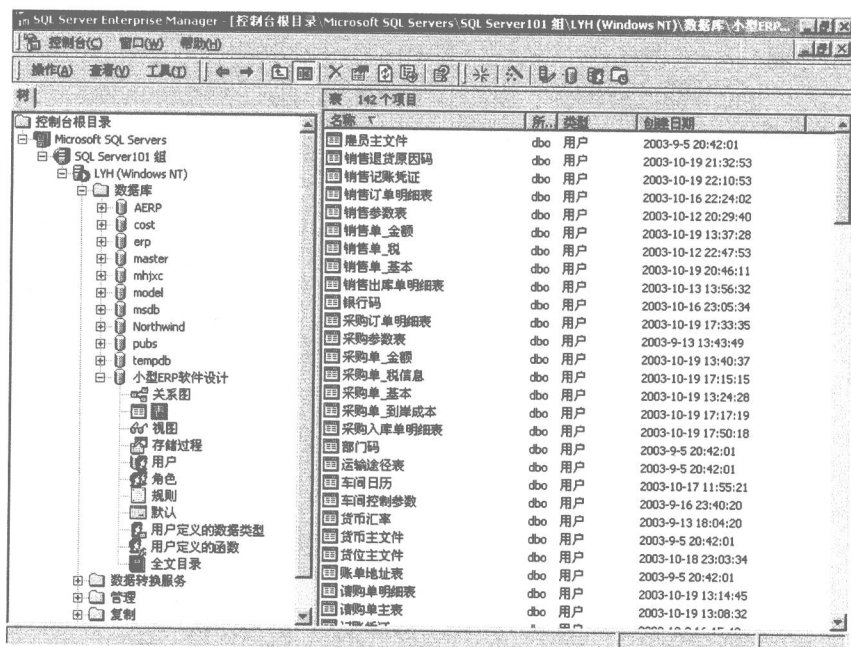

图 01 数据表（Table）图示
- 1.1 数据表（Table）计有 125 个，与书中数据表的内容完全一致。见图 01。